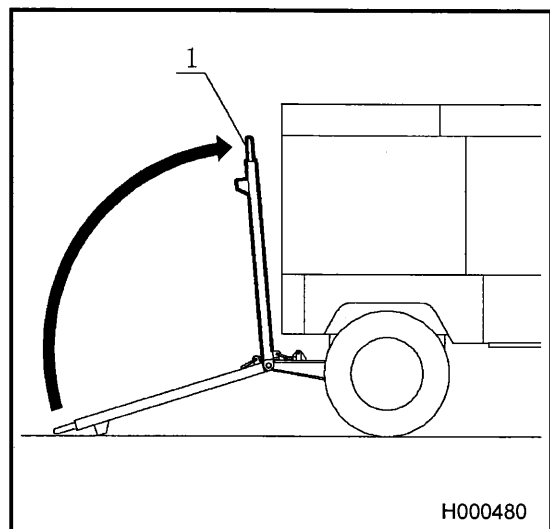

図1
- ①タイヤが真直ぐになるようにドローバ“1”を機体正面に向けてください。
- ②ストッパ“4”がロック位置にある状態で、フック“3”がホルダ“2”に掛かるまでドローバ“1”を立ち上げてください。(図1参照)
- ③フック“3”がホルダ“2”に確実に掛かっていることを確認してください。
- ④ストッパ“4”の位置がロック位置にあることを確認してください。(図1参照)